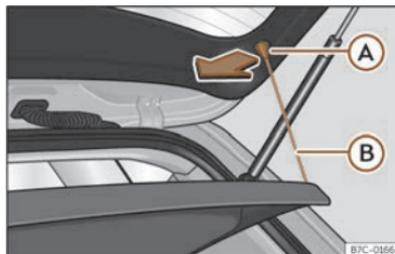

Fig. 161 Nel bagagliaio: smontare e montare il ripiano.
- Sganciare i tiranti di sostegno >>> **fig. 161** (B) dagli alloggiamenti (A).
- Agganciare i tiranti di sostegno >>> **fig. 161** (B) nel cofano posteriore.